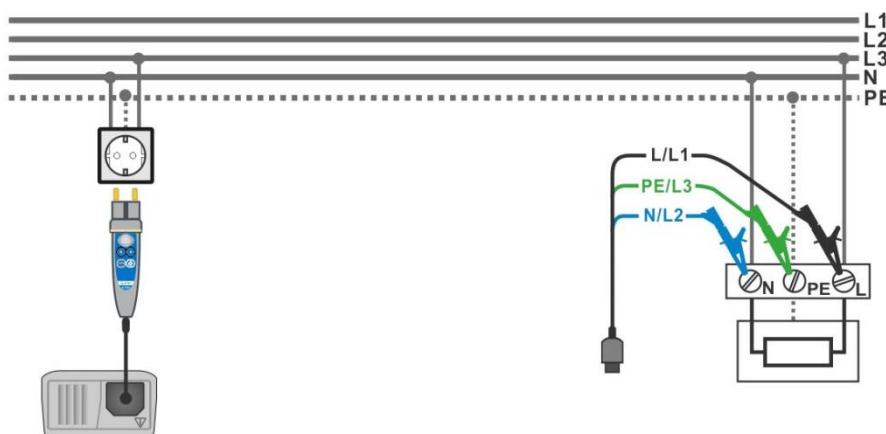

Abbildung 5.24: Anschluss des Commander-Prüfsteckers und der Dreileiter-Prüfleitung
- **Schließen** Sie die Prüfleitungen am Prüfling an, (siehe *Abbildung 5.24 und 5.17*)